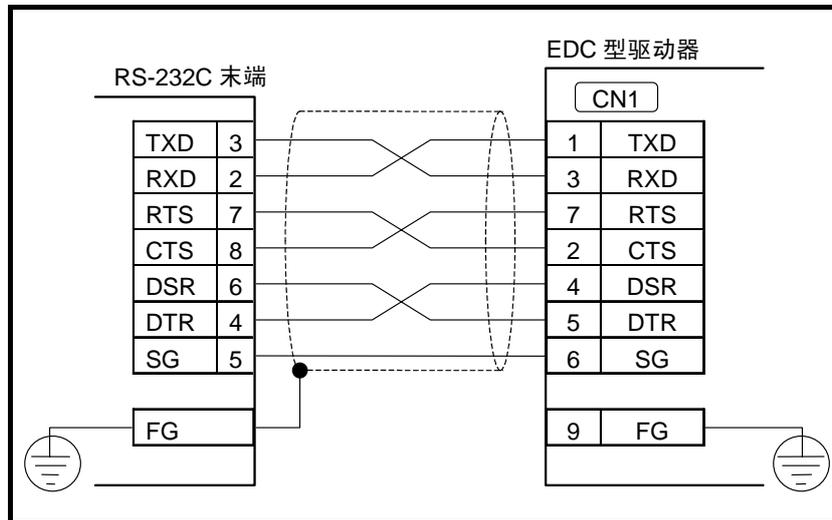
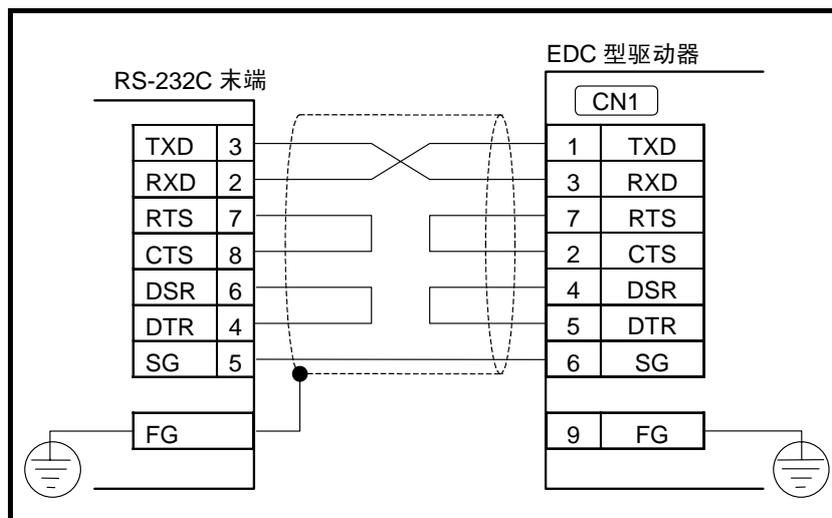

图 A-15: RS-232C 的接线, 有流量控制
图 A-16: RS-232C 的接线, 无流量控制
- 「图 A-15: RS-232C 的接线, 有流量控制」, 「图 A-16: RS-232C 的接线, 无流量控制」为 RS-232C 末端与 DOS 兼容机 (D-sub9 引脚连接器) 相连接时的接线例。